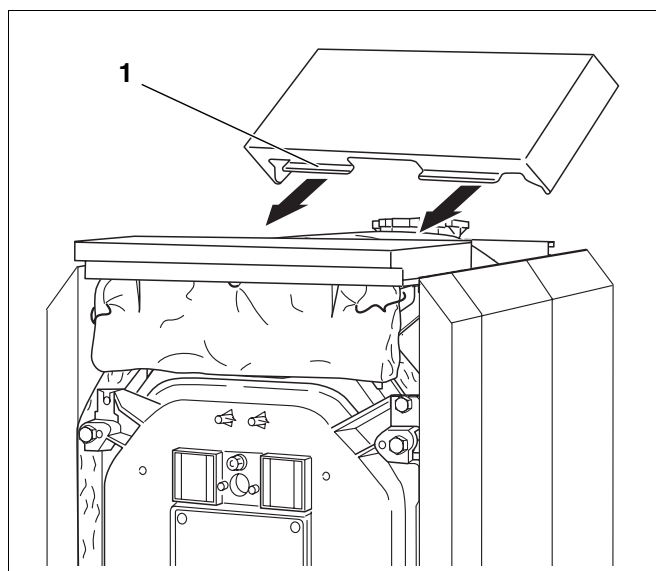

Fig. 52 Montering af den midterste toplade
- Skub den midterste toplade med ombukkene (Fig. 52, **pos. 1**) ind under den forreste toplade, og læg den ned i sidekappernes render.